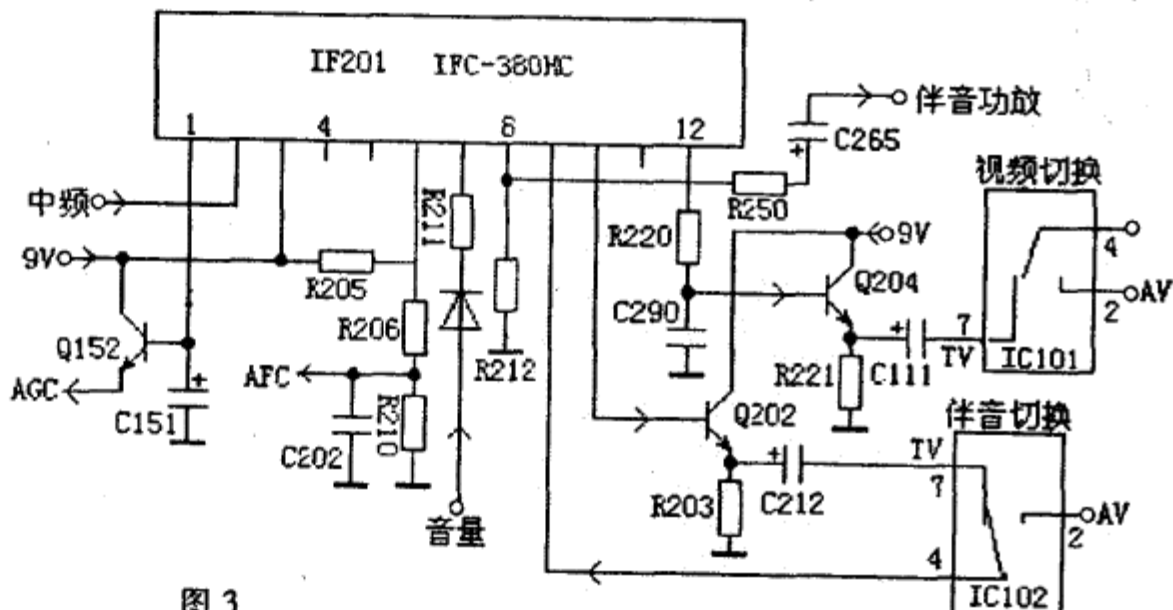

图 3
分析检修:据该机用户反映,刚开机时正常,收看几十分钟后有时出现光栅暗淡和横道干扰现象,但伴音始终正常。笔者几次接到发生故障的电话赶到用户家,故障却消失了。最后一次终于赶上故障出现,经试验,输入视频影碟机信号时,图像正常,判断故障在AV/TV切换前的电视接收部分的视频放大电路中,如图3所示。该机的图像中频和伴音中频电路封闭在IF201(IFC-380HC)的屏蔽盒中,通过12只引脚与主电路板相连接:第①脚为RF AGC自动增益控制输出端,第②脚为中频信号输入端,第③脚为电源输入端,第④、⑤脚为上、下自动频率微调控制端,本机未用,第⑥脚为AFT自动频率控制输出端,第⑦脚为音量控制输入端,第⑧脚为音频信号输出端,第⑨脚为外部音频信号输入端,第⑩脚为鉴频器伴音输出端,第⑪脚为静噪控制端,第⑫脚为检波后视频信号输出端。测量IF201第⑫脚视频输出电压,在4V左右上下波动,断开IF201第⑫脚与视频缓冲器Q204基极的连接,IF201的12脚电压仍然波动,判断故障在IF201的内部。